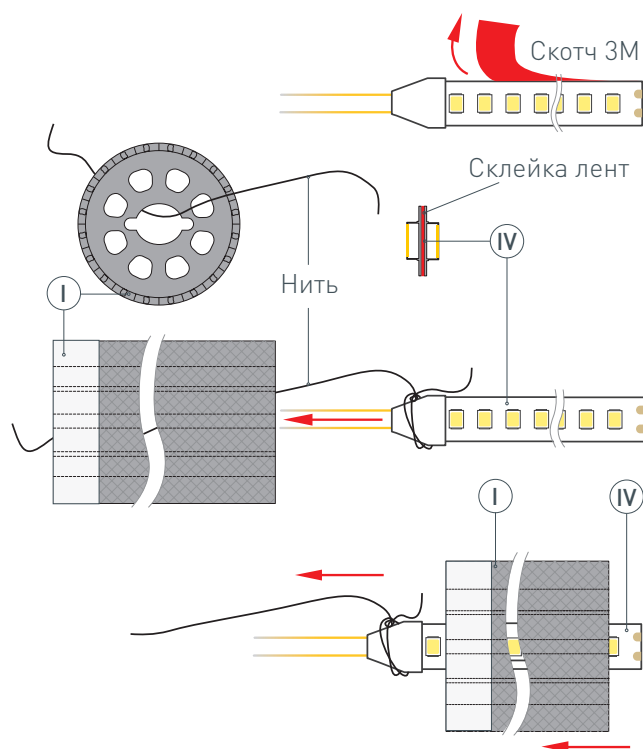

Рис. 1. Протяжка светодиодных лент (IV) в профиль (I), вид сверху
- 1 / ВАЖНО!** При необходимости разрезания профиля оберните место резки малярным скотчем, чтобы не допустить распускания оплетки. Закрепите подвесы (II) на поверхности и выведите наружу кабель от источника питания для светодиодной ленты. **ВАЖНО!** При создании из профиля фигуры с изгибами учитывайте, что длина используемой светодиодной ленты должна превышать длину профиля, необходимого для построения фигуры, — это поможет избежать заломов и отрыва кабелей питания ленты при сгибании профиля.
- 2 / ВАЖНО!** Не вытягивайте нить из профиля до монтажа светодиодной ленты в него! Установите светодиодные ленты (IV) в профиль (I). Для этого необходимо снять защитный слой со скотчей на светодиодных лентах (IV) и склеить ленты тыльными сторонами, чтобы можно было протянуть через профиль. Затем привязать нить (находится внутри профиля) с одной стороны профиля (I) к склеенным светодиодным лентам (IV), как показано на рис. 1. Чтобы втянуть ленты в профиль, сначала аккуратно поместите кабели питания светодиодных лент (IV) внутрь профиля (I), а затем, насколько это возможно, вставьте край светодиодных лент. Аккуратно потяните за нить с другой стороны профиля (I) и тем самым протяните светодиодную ленту (IV) в профиль (I). Отвяжите нить от светодиодной ленты. **! ЗАМЕНА ЛЕНТЫ.** Если понадобится заменить уже установленные в профиле светодиодные ленты, то необходимо проделать те же действия: привяжите нить к светодиодным лентам с одной стороны профиля, аккуратно потяните ленту с другой стороны профиля. Таким образом, нить снова окажется внутри профиля, готовая для повторного использования.